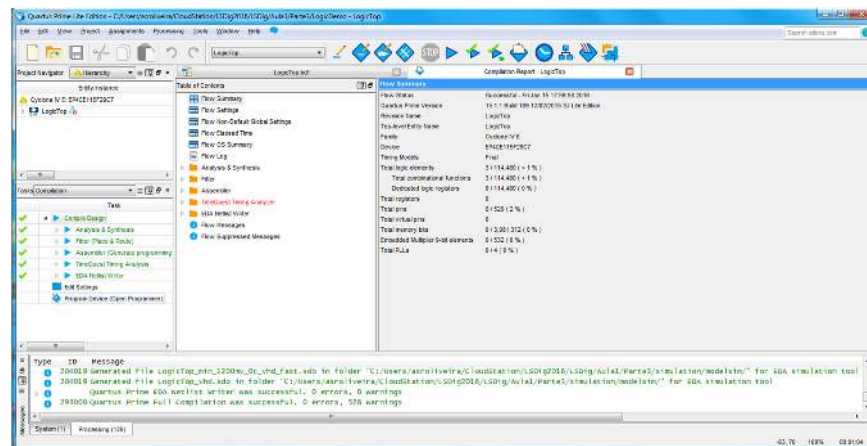

Figura 58 – “Quartus Prime” IDE após compilação (implementação) completa do projeto.
11. Efetue a síntese e implementação do projeto através do comando “*Compile Design*”. No final da compilação o IDE deve apresentar o aspeto da Figura 58.